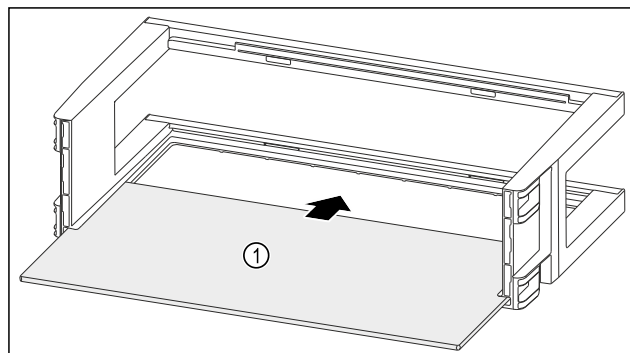

Fig. 97
- Skyv oppstillingsplassen Fig. 97 (1) inn i fordypningene på sidene.